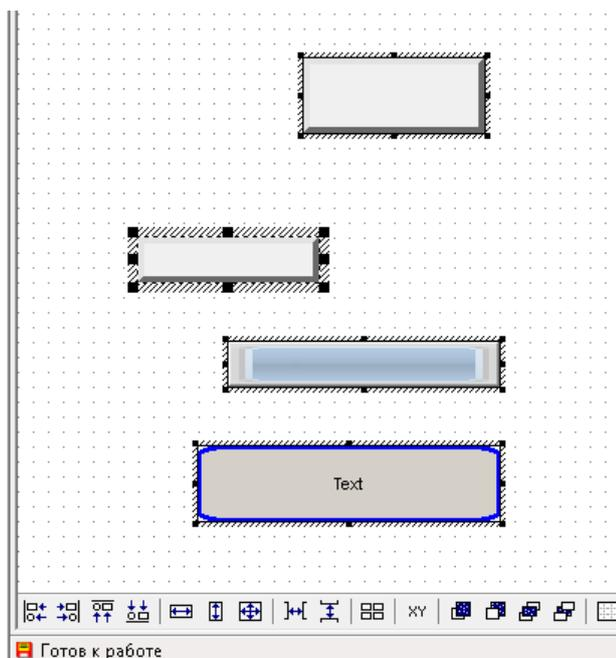
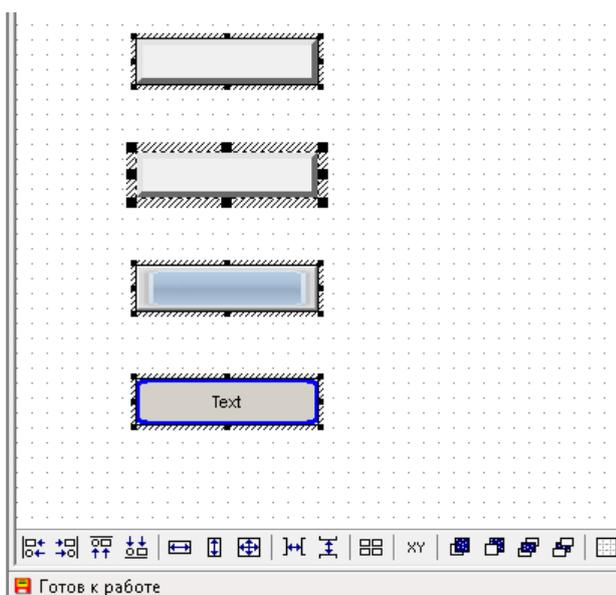

Рисунок 4.9 – Групповое выделение элементов мнемосхемы
Рисунок 4.10 – Выравнивание элементов мнемосхемы
4.2.4 При групповом выделении элементов мнемосхемы – рисунок 4.9, выравнивание элементов с помощью панели внизу экрана будет происходить по ключевому элементу, имеющему широкую рамку выделения – рисунок 4.10. Ключевым элементом становится элемент, перемещённый на передний план.